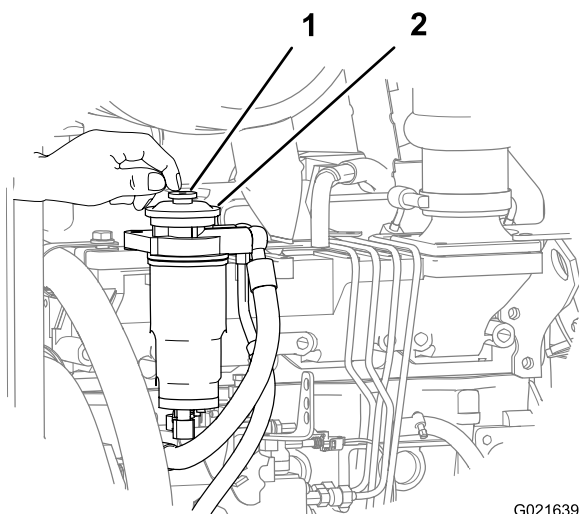

Figure 54
4. Localisez le bouton d'amorçage au sommet de l'adaptateur de l'élément filtrant secondaire (Figure 54).
5. Appuyez plusieurs fois brièvement sur le bouton d'amorçage jusqu'à ce que vous sentiez une résistance (Figure 54).